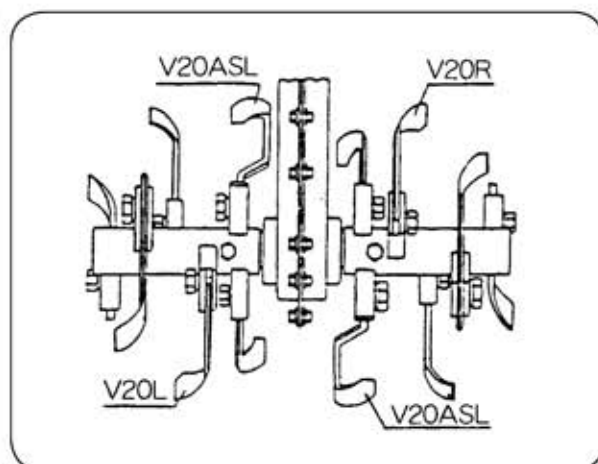

図 53
### (8) 溝堀セット45 (図53)
耕うん刃の取付けは図53に示すようにセットしてください。